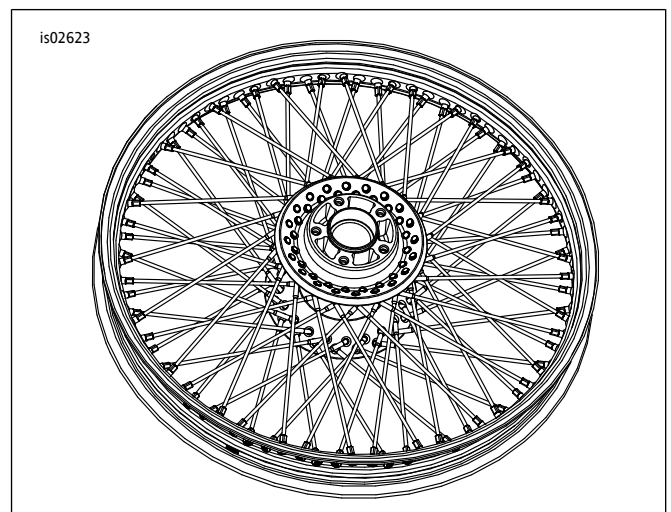

图8。安装其余内侧辐条(图示为21英寸车轮)
10. 参见图8。安装其余内侧排辐条。组装辐条螺纹接头，但不要拧紧。